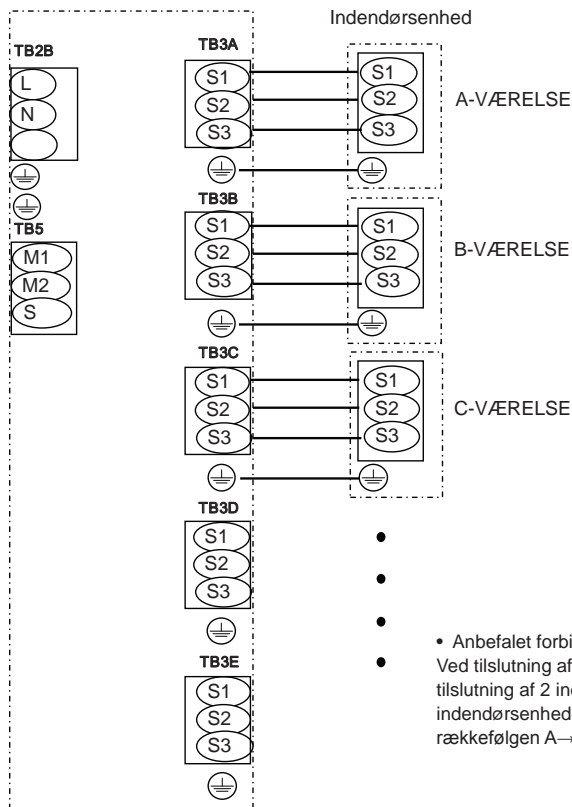

Fig. 8-9
8.2. Procedure for ekstern ledningsføring (Fig. 8-8, Fig 8-9)